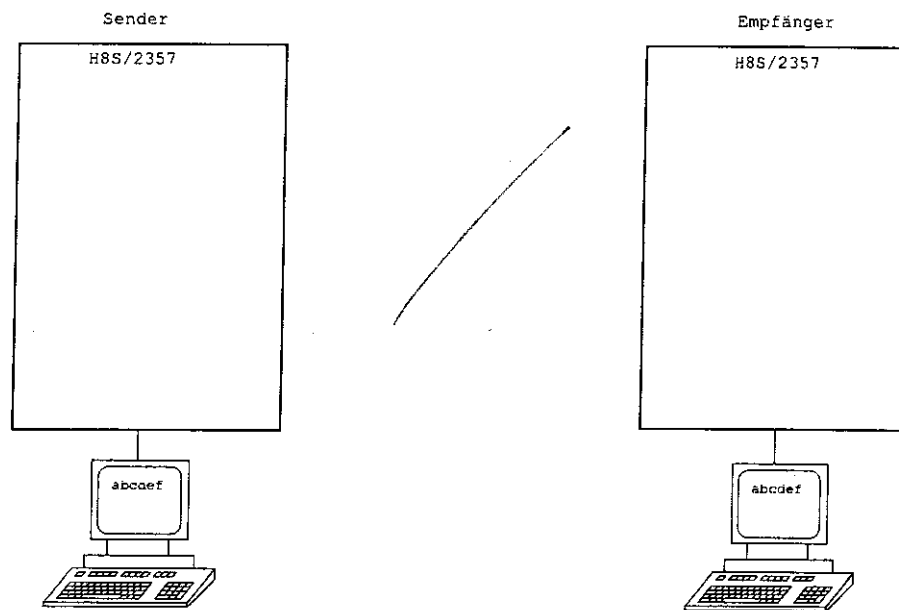

Abbildung 4.3: Parallele Übertragung mit Parität - Blockschaltbild bitte ergänzen !
- Zusatz f) Das Programm lt. Aufgabe 4 ist sehr einfach für ein Sender- und ein Empfängersystem (zwei Controllersysteme) anzupassen. LED1 und LED2 können wegfallen. Ergänzen Sie eventuell notwendige Leitungen zur Synchronisation von Sender und Empfänger, die Sie beliebig an noch freie Pin von Port1 anschließen können. Skizzieren Sie die Verbindungen in Abbildung 4.3.